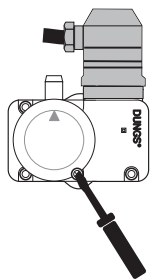
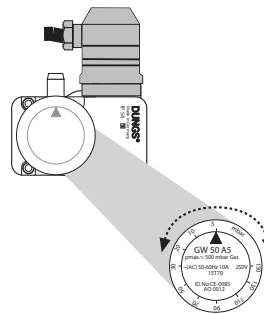

Figure 4.2 Dévisser le capot
Figure 4.3 Réglage de la pression
- Dévissez le couvercle qui protège l'indicateur et assurez-vous que le commutateur de basse pression est réglé sur 18 mbar. Si nécessaire, réglez la pression en utilisant l'indicateur, voir *Figure 4.2* et *Figure 4.3*.